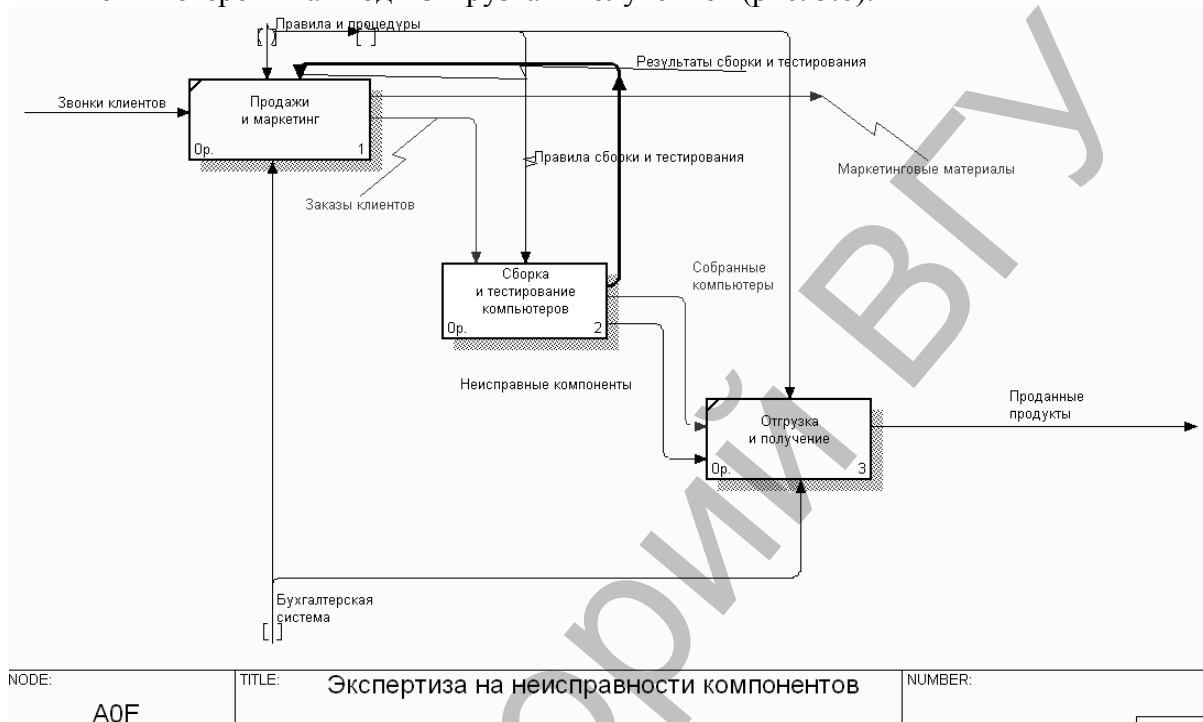

Рис. 5.6. Диаграмма FEO для экспертизы
1. Постройте FEO на основе диаграммы А0 и добавьте стрелку «Неисправные компоненты». Стрелка должна идти с выхода «Сборка и тестирование компьютеров» на вход «Отгрузка и получение» (рис. 5.6).